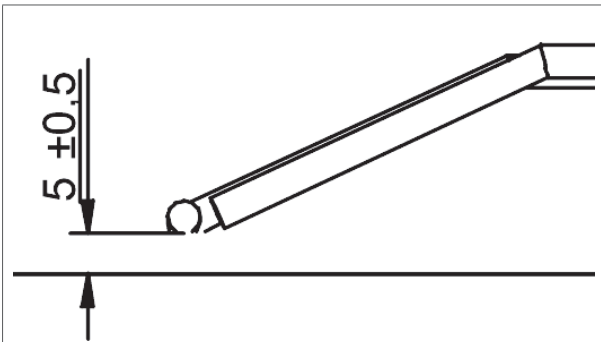

Abbildung 30 - Abstand zwischen der Elektrode und dem Brenner
- a. Der Abstand zwischen Elektrode und Brenner muss  $5,0 (\pm 0,5)$  mm (Abb. 30) betragen.